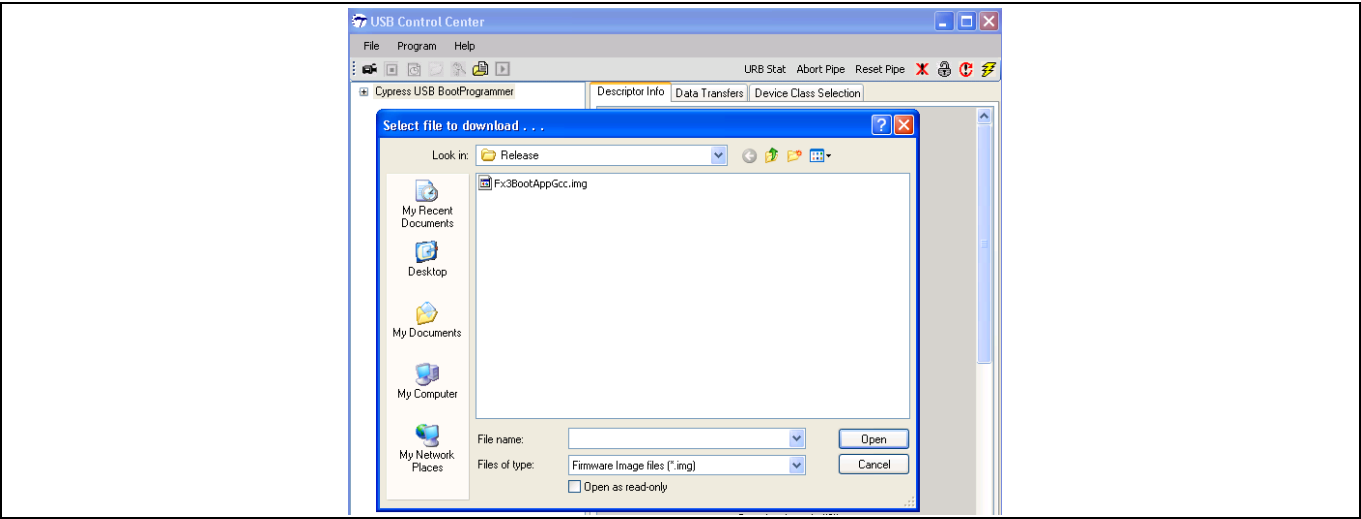

Figure 25 选择需要下载的固件镜像
5. FX3 DVK 电路板作为 'Cypress USB BootProgrammer' 重新进行枚举后，Control Center 应用将提示用户选择需要下载的固件二进制文件。导航到被编程到 I²C EEPROM 内的 *.img* 文件，如 Figure 25 所示。